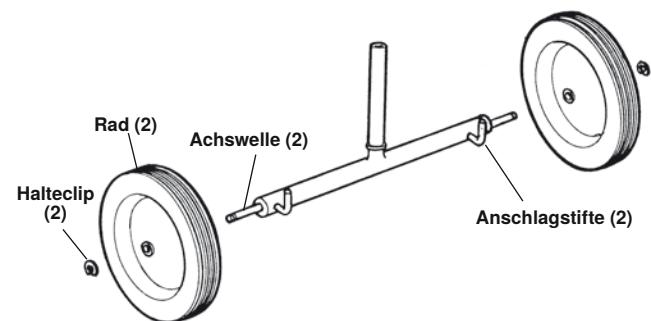

Abbildung 27 - Zusammenbau des Nr. 32 Transporters
1. Falls erforderlich, bauen Sie den Nr. 32 Transporter zusammen (siehe Abbildung 27).